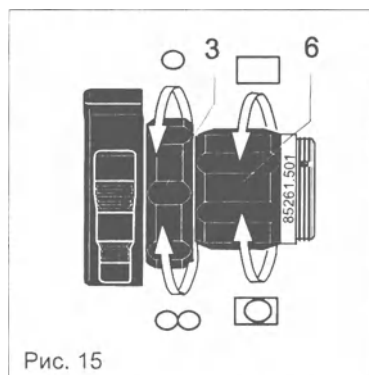

Рис. 15
- ◇ Настройте большое фокусное расстояние: поверните кольцо изменения фокусного расстояния (6) по направлению стрелки .
- ◆ Заполнение формата см. Рис. 15а.
- ◇ Настройте малое фокусное расстояние: поверните кольцо изменения фокусного расстояния (6) по направлению стрелки .
- ◆ Вписанная окружность см. Рис. 15с.
При полноформатном изображении (Рис. 15а и Рис. 15б) секции эндоскопического изображения (заштрихованная часть) больше не видны на изображении монитора.
При слишком сильно увеличенном секторе кадра у объектива RIWO с переменным фокусным расстоянием или при выборе слишком большого объектива RIWO с постоянным фокусным расстоянием (Рис. 15б) на датчик изображения попадает слишком мало света.